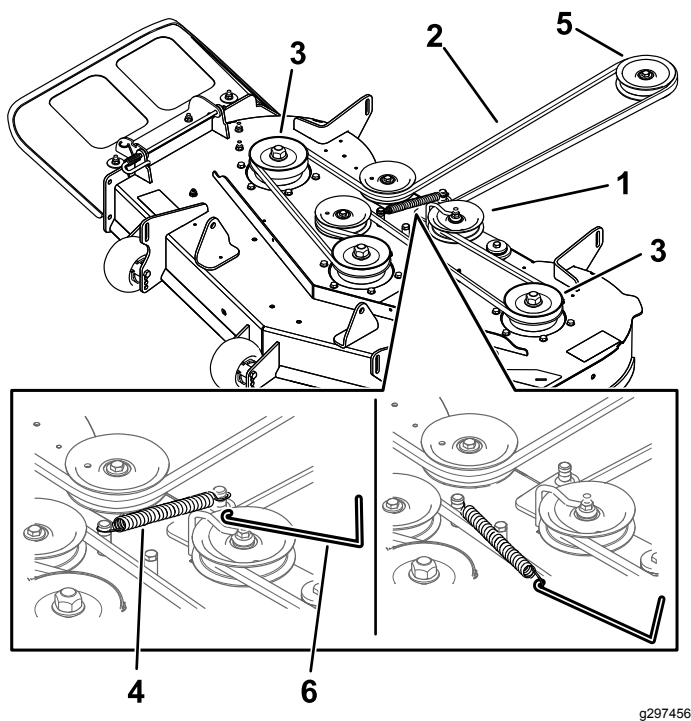

Figura 50
5. Usando una herramienta para la retirada de muelles (Pieza Toro N° 92-5771), retire el muelle tensor del gancho de la carcasa para eliminar la tensión de la polea tensora, y retire la correa de las poleas (Figura 50).
6. Pase la correa nueva alrededor de las poleas del motor y del cortacésped (Figura 50).
7. Usando una herramienta para la retirada de muelles (Pieza Toro N° 92-5771), instale el muelle tensor sobre el gancho de la carcasa y tense la polea tensora y la correa (Figura 50).